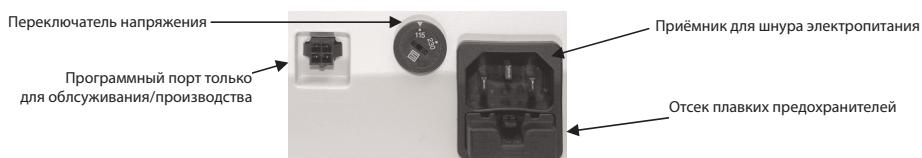

Рис.2 Задняя панель аппарата
1. Распакуйте блок управления и проверьте, чтобы переключатель напряжения был установлен на подходящих значениях. Используйте позицию 115 В для значений напряжения 110—120 В 60 Гц и позицию 230 В для значений напряжения 220—250 В 50 Герц. Всегда отключайте аппарат перед заменой предохранителей или установкой положения переключателя напряжения. Положение переключателя на задней панели аппарата устанавливается в соответствии с имеющимся напряжением сети при помощи плоской отвертки. При изменении напряжения смените предохранитель в соответствии с выбранным значением напряжения (см. Технические данные). При значениях напряжения 230/250 В устанавливается инерционный плавкий предохранитель на 0,3 А (и 0,6 А для 115 В). Для замены, нажмите на черную пластиковую защелку предохранителя, вытащите его и замените соответствующим предохранителем См.рис.2.